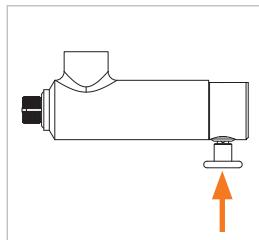

Figure 8
- ▶ Appuyez sur le bouton de soupape (Pos. 4) (*Figure 8*). Les mâchoires de serrage coïncident.